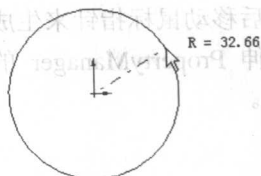

图 1.4 绘制圆
(3) 选择前视基准面，显示发生更改，前视基准面会自动变为正视。
(4) 单击草图绘制工具栏上绘制圆的按钮 。
(5) 将鼠标指针移到草图原点处，单击原点，然后移动鼠标指针来生成圆，如图 1.4 所示。